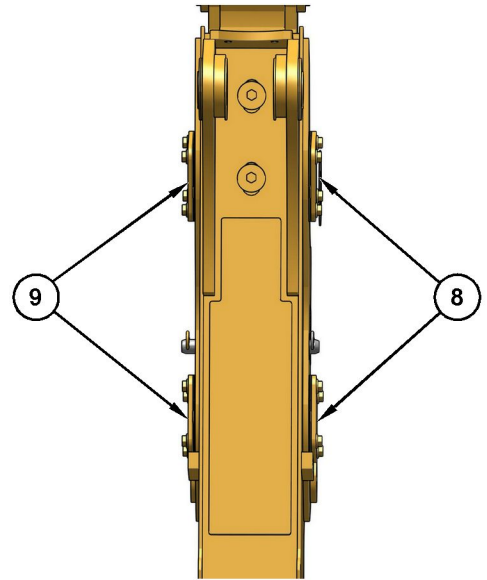

Ilustración 254
5. Utilice un calibre de láminas de 0.25 mm (0.0098 inch) para comprobar cada taco de desgaste lateral. En un lateral no debe haber espacio entre el control deslizante interno y la superficie del taco (9). El otro lado debe tener una separación (8) de 0.25 mm (0.0098 inch) o menor. Vea la ilustración 254 .